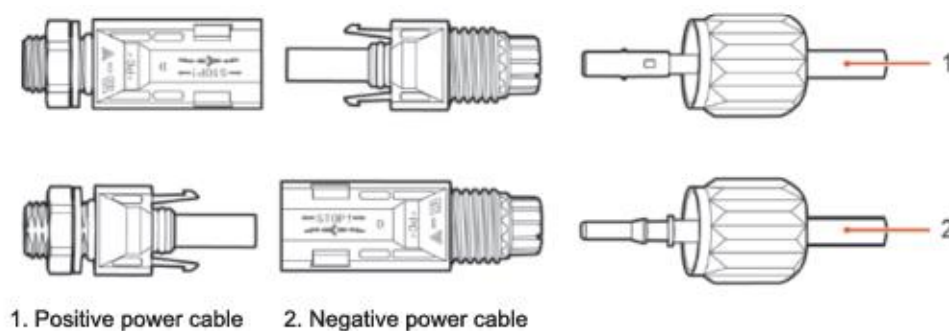

Figura 18 - Conexión de los cables de potencia CC en entrada (2)
- 4) Introducir los cables de alimentación positivos y negativos antes pelados en los terminales de metal positivo y negativo respectivamente, y crimparlos utilizando la herramienta adecuada. Asegurarse de que los cables queden fijados de modo que no puedan extraerse con una fuerza inferior a 400 N, como muestra la Figura 18